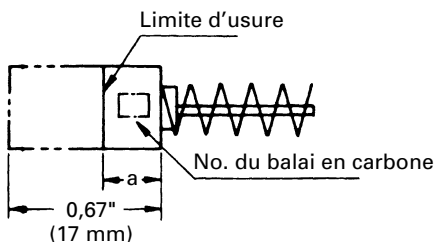

Fig. 16
4. Contrôle des balais en carbone (Fig. 16)
REMARQUE: Utiliser le balai de carbone HITACHI indiqué à la Fig. 16.